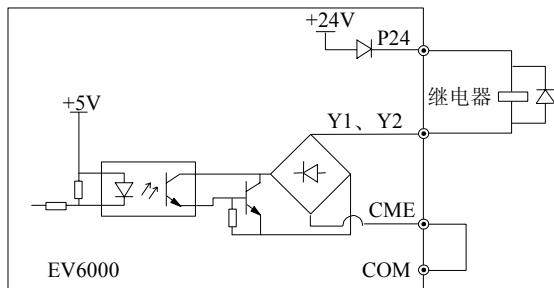
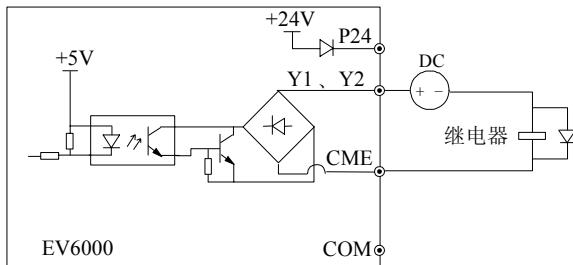

图 4-23 多功能输出端子接线方式 1
图 4-24 多功能输出端子接线方式 2
1. 多功能输出端子 Y1、Y2 可使用变频器内部的 24V 电源，接线方式请参见图 4-23。
2. 多功能输出端子 Y1、Y2 也可使用外部电源，接线方式请参见图 4-24。
- 图 4-23、图 4-24 中，对于非 24V 继电器，应根据继电器参数选择合适的电阻，串接在继电器回路中。